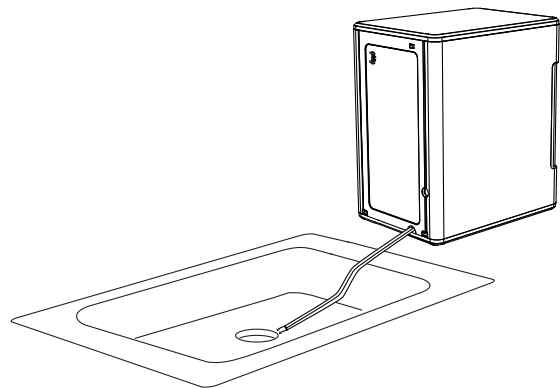

Figure 9
11. Pour vidanger, mettez les tuyaux dans un évier ou un seau qui se trouve plus bas que le niveau de la machine à glaçons. Voyez les figures 9 et 10.